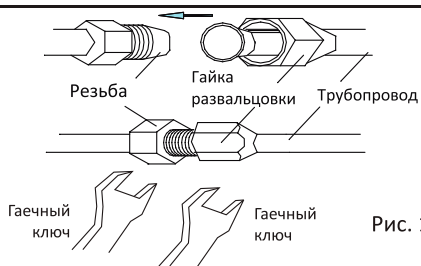

Рис. 10
3. Плотно закрутите гайку торсионным гаечным ключом до щелчка (рис. 10).